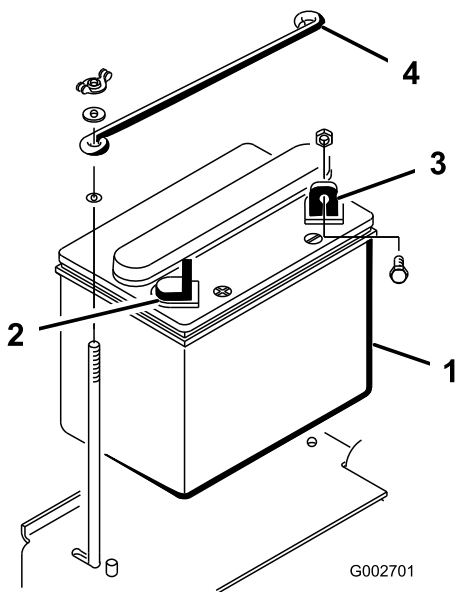

Рисунок 5
1. Установите аккумуляторную батарею на место таким образом, чтобы отрицательная клемма была направлена к задней стороне машины (Рисунок 5).